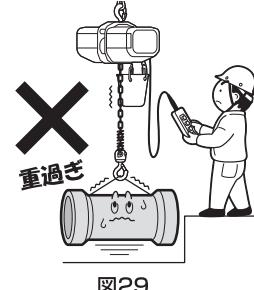

図29
- (1)定格荷重を超える荷は、絶対につらないでください。(図29)